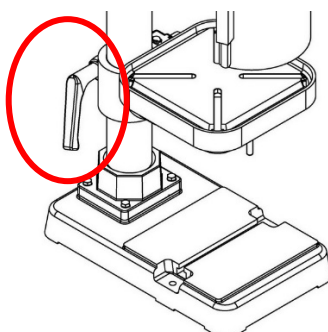

Abbildung 19
- (1) Lösen Sie zunächst den Klemmgriff mit der linken Hand (**Abbildung 19**)
- (3) Zum Schluss den Klemmgriff festziehen. (**Abbildung 19**)